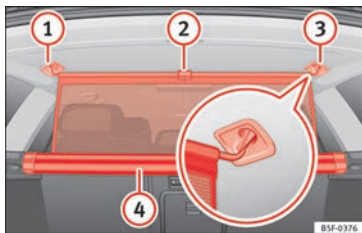

Fig. 167 En el maletero: enganchar la red de separación.
- Tire hacia arriba de la lengüeta » fig. 167 ② para sacar la red de la carcasa ④.
- Enganche la red de separación en el lado derecho ③ (imagen ampliada).
- Enganche la red de separación en el alojamiento del lado izquierdo ① estirando la barra.